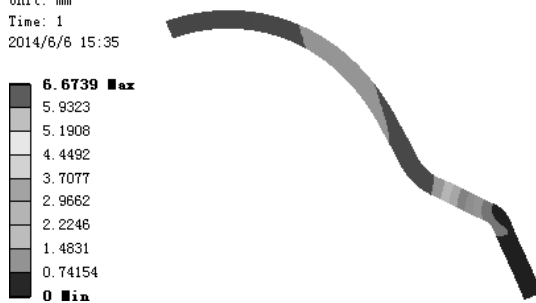

图 7.5.45 位移变形结果图解
(3) 查看位移变形结果图解。在“Outline”窗口中选中 **Total Deformation**，查看图 7.5.45 所示的位移变形结果，其最小位移为 0 mm，其最大位移为 6.6739 mm。